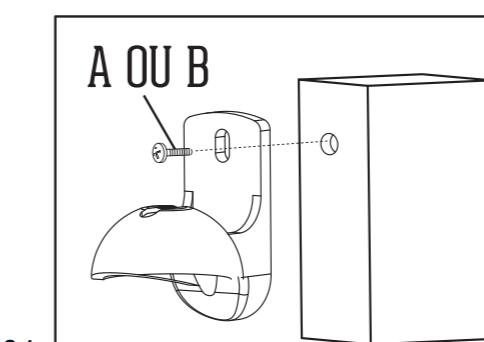

Figure 3.1
Étape 3.1 Pour fixer les haut-parleurs sur les supports, vous pouvez utiliser les vis livrées avec cet article. Voir la figure 3.1 ci-contre.